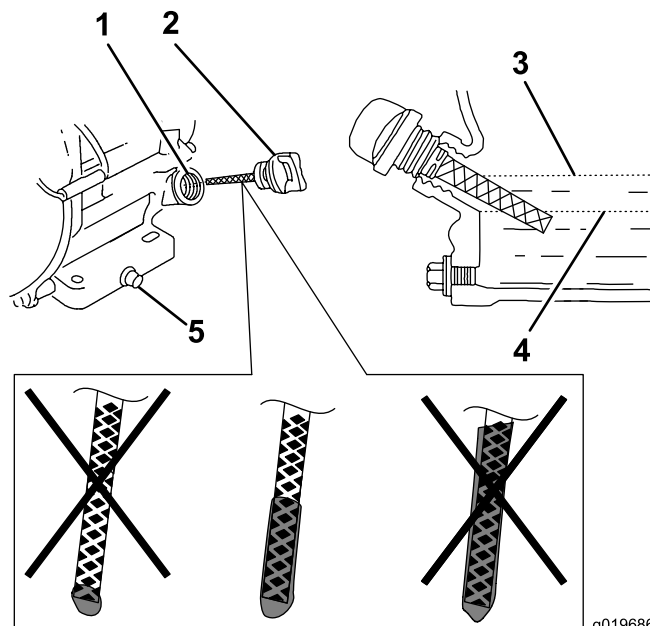

Рисунок 11
6. Выньте щуп и проверьте уровень моторного масла (Рисунок 11).